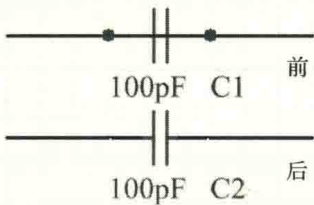

图 1-22 元件嵌入导线
- (1) Optimize Wires & Buses（导线和总线优化）：这个选项主要针对画线，对于重复绘制的电气导线会进行移除。
- (2) Components Cut Wires（元件嵌入导线）：如图 1-22 所示，开启此项设置之后，当移动元件到导线中央时，导线会自动中间断开，把元件嵌入到中间。